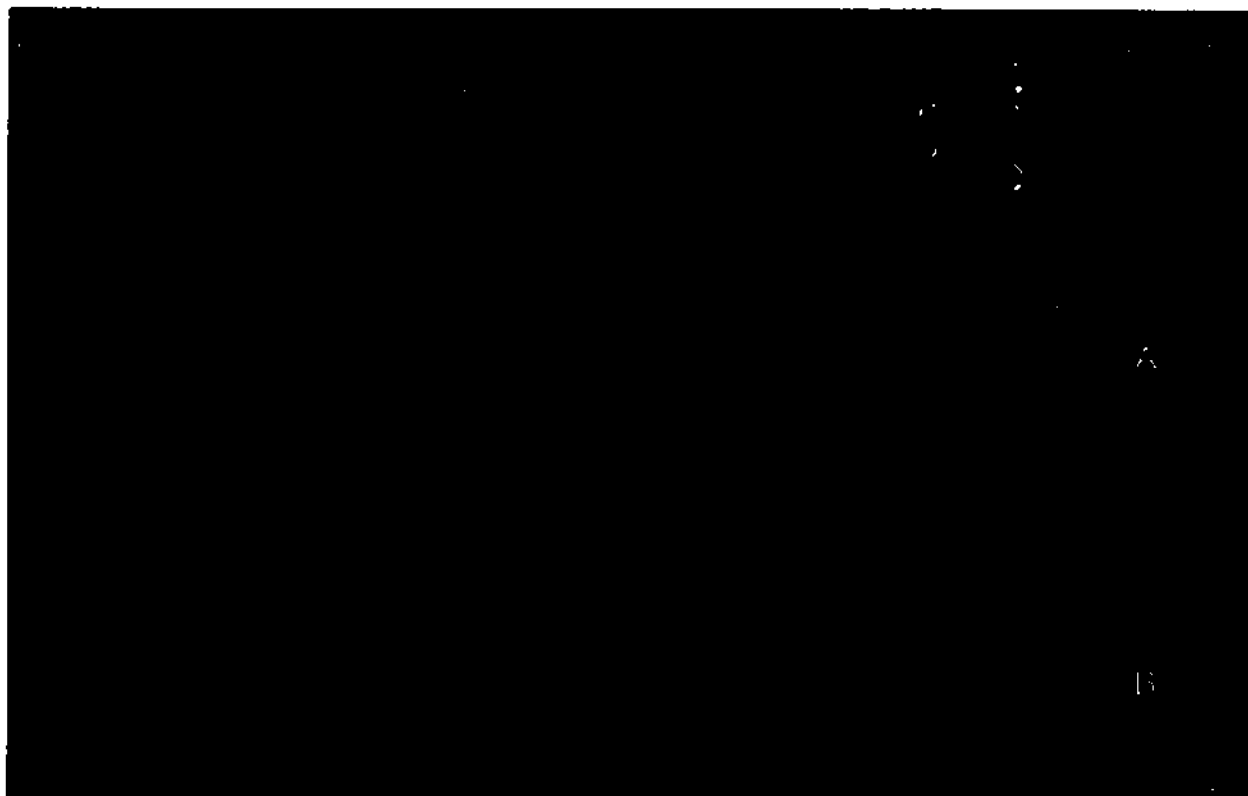

Рисунок. 174. Экран RealReview. A: Список записной книжки; B: Список аннотаций.
Экран RealReview может быть разделен на две зоны посредством пиктограммы Split Screen (Разделенный экран) (Рисунок. 174). Панель управления отображает Записную книжку (A), содержащую записанные данные, которые могут быть представлены списком по Time (Время) или по Type (Тип) (Segments (Сегменты), Bookmarks (Закладки), Images (Изображения), Animations (Анимации) и Events (События)).